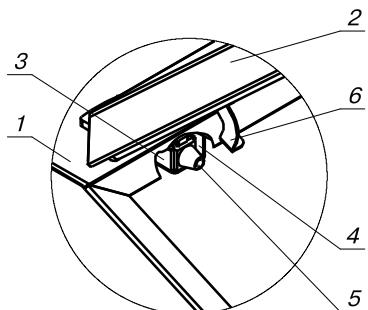

Рис.11. Установка датчика крышки бункера.
7.6.7. Установите датчик крышки бункера (Рис.11 поз.3), на кронштейн (Рис.11 поз.4), находящийся на верхней стенке бункера (Рис.11 поз.1), используя винты и шайбы M5 (см. комплект поставки № п.п 4; 7; 8). Кнопка (Рис.11 поз.5) должна быть обращена к планке (Рис.11 поз.6), расположенной на крышке бункера (Рис.11 поз.2).